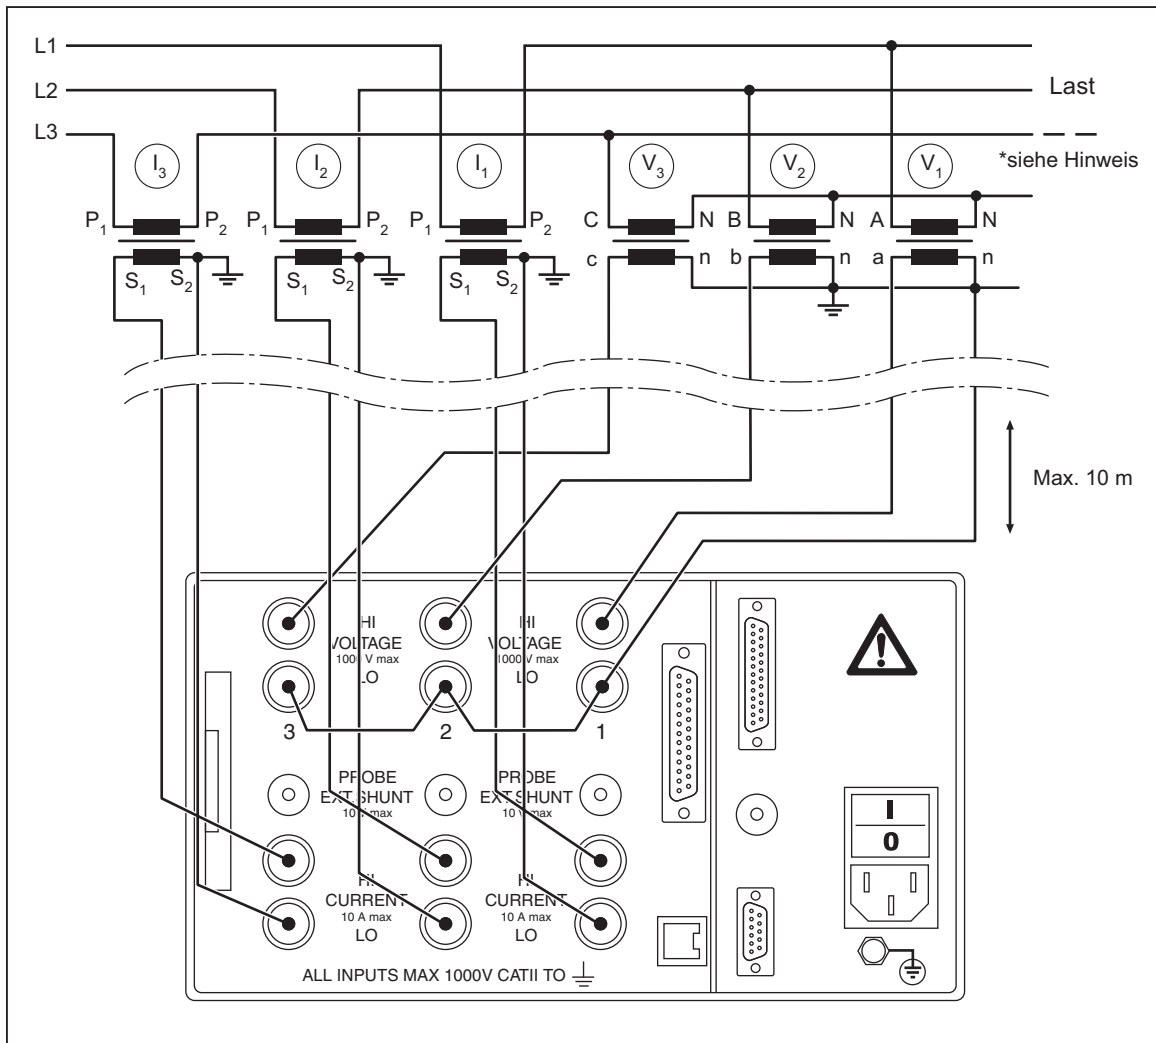

Abbildung 5-10. Dreiphasige (W3) Spannungs- und Stromaufnehmermessung
Abbildung 5-10 zeigt die Anschlüsse für dreiphasige Messungen mit einem Spannungs- und Stromaufnehmer. Bei 4-Leiternetzen sind die Nullleiter (N) der 3 Spannungsaufnehmer an den Nullleiter angeschlossen. Bei 3-Leiternetzen sind die Nullleiter (N) der 3 Spannungsaufnehmer nicht belegt, um einen Sternpunkt zu bilden. Als Alternative kann ein Anschluss an den Sternpunkt einer sternverdrahteten Last oder Erde vorgenommen werden, wenn der interne Sternpunkt der Anlage mit der Erde verbunden ist.